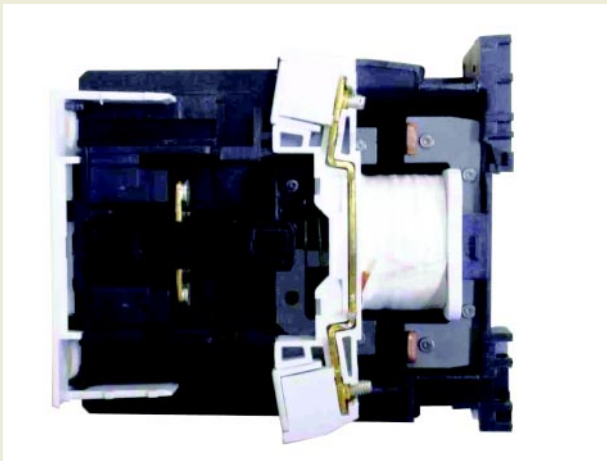

Figura 1 - Contator em corte.
**P**or mais que os dispositivos de acionamento continuam evoluindo sempre, em muitos casos, equipamentos consagrados por sua robustez e desempenho nunca “caem de moda”. É o velho clichê: “em time que está ganhando...”, assim, para manobrar cargas em vários ciclos, o contator (**figura 1**) ainda é o melhor produto.